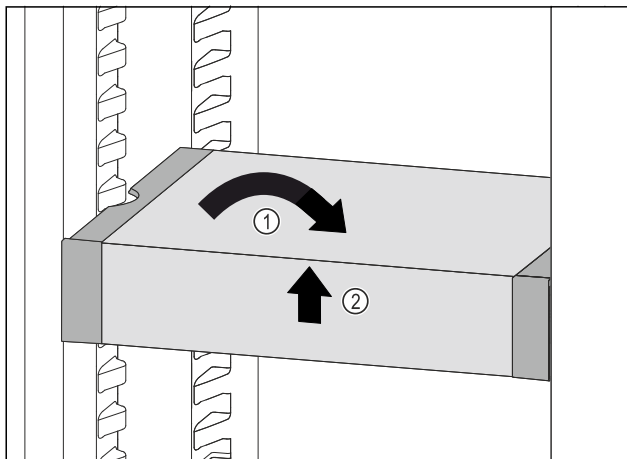

Fig. 93
- VarioSafe gerade stellen. Fig. 93 (1)
- VarioSafe vorne anheben. Fig. 93 (2)